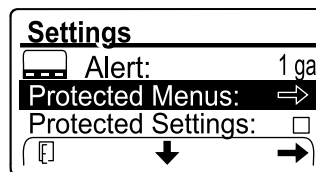

图 108
- 输入 PROTECTED MENUS 受保护菜单选项的 PIN 码图 108 请参阅 访问受保护菜单 (页码 20)。